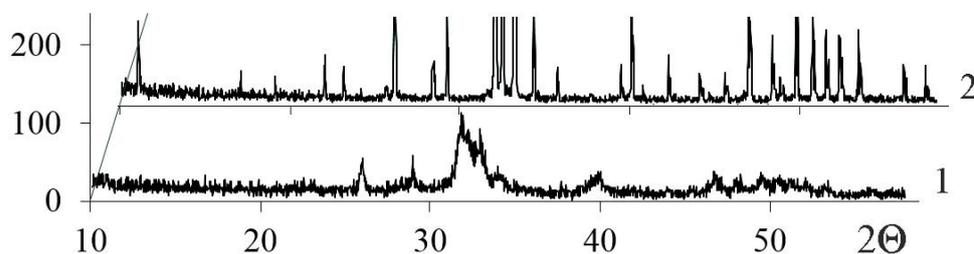

Рис. 5 Рентгеновские дифрактограммы образцов керамики гидроксиапатита
5. По представленным на рис. 5 рентгеновским дифрактограммам ($\lambda_{\text{K}\alpha 1} = 0,154 \text{ нм}$) образцов № 1 и 2 керамики гидроксиапатита (структурная формула $\text{Ca}_{10}(\text{PO}_4)_6(\text{OH})_2$) сделайте обоснованный вывод, какой из образцов исходный и какую степень дисперсности имеет в нем кристаллическая фаза, а какой был подвергнут длительному термическому отжигу при температуре, превышающей 0,4 от температуры плавления.